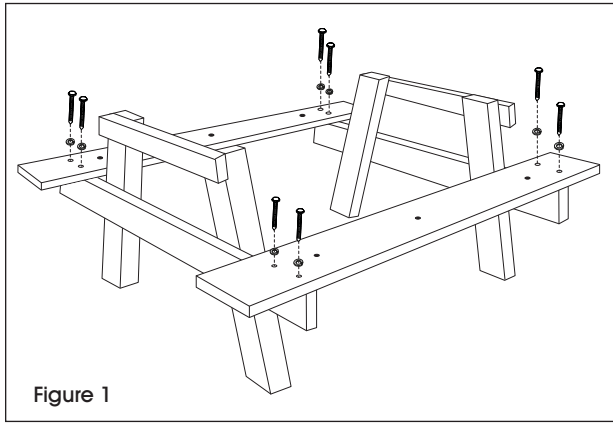

Figure 1
4. Loosely attach seats with metal brace to A-Frame base with the 3 1/2" lag screws and washers using the power drill and 7/16" socket bit (will tighten later in step 8). (See Figure 1)
4. Fixez sans serrer les sièges avec renfort métallique à la base en A à l'aide des tire-fonds de 3 1/2 po et des rondelles en utilisant la perceuse et la douille tournevis de 7/16 po (à bien visser plus tard à l'étape 8). (Voir Figure 1)